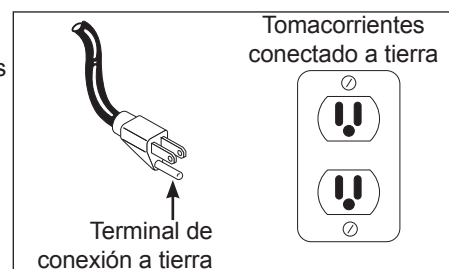

Figura 3 - Método de conexión a tierra
3. Este producto está diseñado para circuitos nominales de 120 voltios y tiene un enchufe para conexión a tierra similar al de la Figura 3.